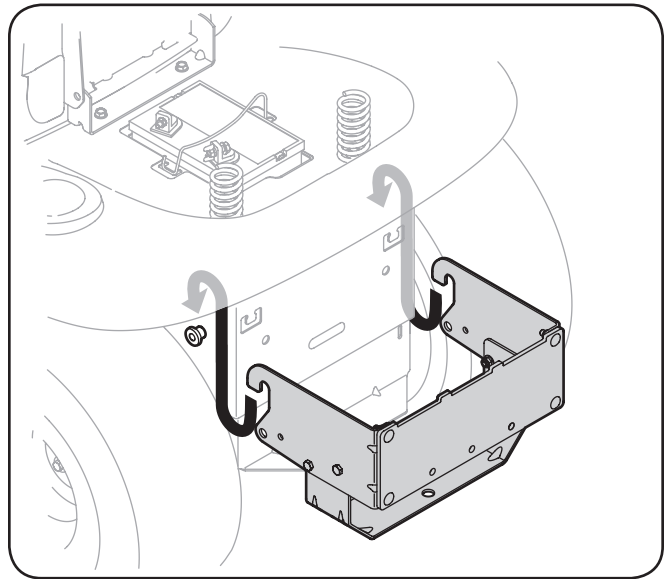

Figure 4-7
1. Placez les extrémités accrochées du montage sur les boulons d'épaulement, comme dans la figure 4-7, sur le tracteur et alignez le trou central du support de fixation d'attelage avec le trou sur l'attelage du tracteur.